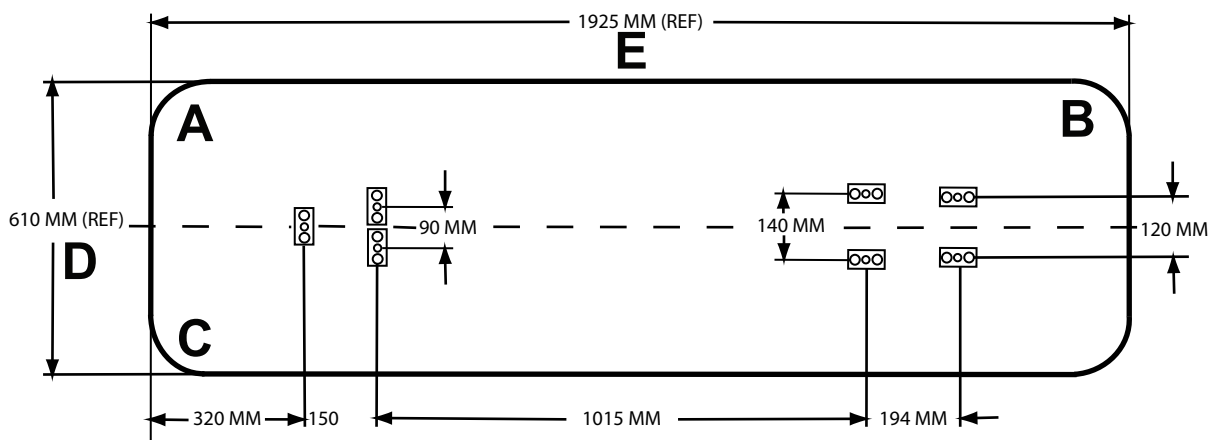

Figura 2 – Posizioni per l'installazione delle piastre a pavimento
2. Usando le dimensioni illustrate nella Figura 2, individuare i punti in cui verranno fissate le piastre a pavimento e praticare i fori.